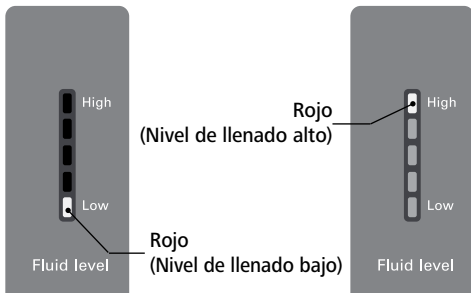

Fig. 7
- En la pantalla aparece una advertencia que indica la existencia de un bajo nivel de llenado. Mientras tanto, el segmento LED inferior muestra una luz roja para indicar el bajo nivel de llenado (véase Fig. 7).